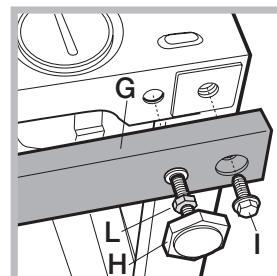

Fig. 11
- los 2 travesaños (**G**); las 4 patas (**H**); los 4 tornillos (**I**); las 4 tuercas (**L**), actuando del siguiente modo (fig. 11): extraer las **4** patas originales, colocar un travesaño **G** en la parte delantera de la lavadora, fijarlo con los tornillos **I** (enroscándolos en los orificios donde estaban montadas las patas originales), luego introducir las nuevas patas **H**.